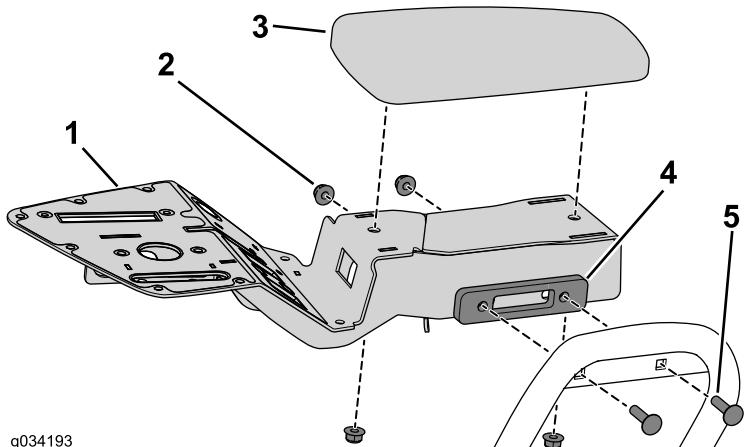

図 16
2. 先ほど外したキャリッジボルト本とフランジナットで、コンソールブラケットを固定する図 16。
する図 16。